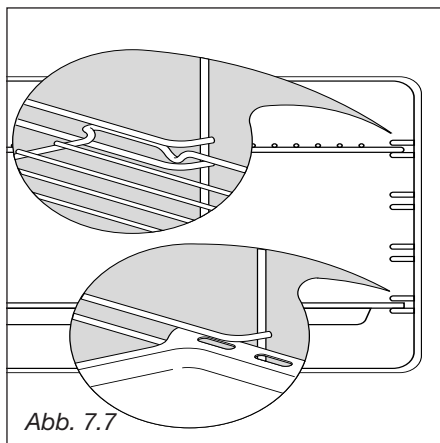

Abb. 7.7
- Führen Sie die Fettpfanne und den Grillrost zwischen die Schienen der Seitenhalterungen ein, wie in Abb. 7.7 dargestellt.